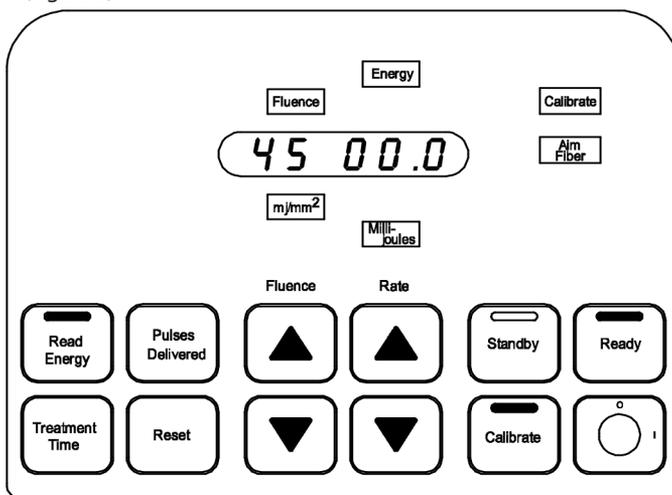

Figura 6
6. Vengono accese la spia di stato Pronto gialla nella parte superiore del pannello di controllo, le spie **Fibra di puntamento**, **Energia**, **Millijoule**, **Calibra**, il pulsante **Calibra** e il pulsante **Pronto**. La finestra del display visualizza 00.0 nelle tre cifre più a destra. (Figura 6)